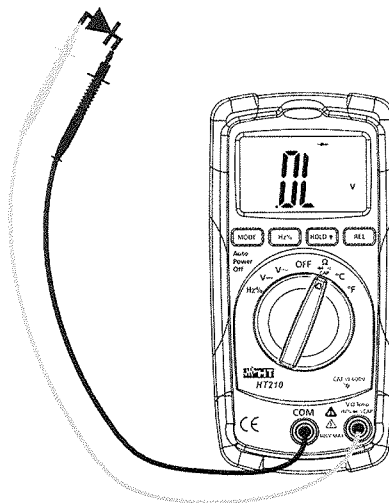

Abb. 5: Diodentest
3. Verbinden Sie die Messleitungen wie folgt: die rote Messleitung in die Buchse $V\Omega\text{TempHz}\%CAP \rightarrow \text{}$ und die schwarze Messleitung in die **COM** Buchse (s. Abb. 5)